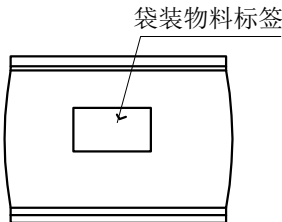

图2
- 1: 如图2, 袋装后贴上物料标签, 每小袋装400pcs。